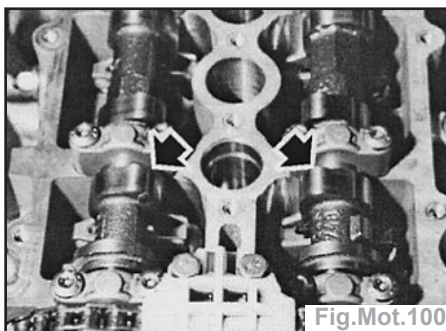

Fig.Mot.100
- Tourner le vilebrequin dans le sens normal de rotation, jusqu'à ce que le piston du cylindre n°1 se trouve au PMH. S'assurer que les cames (flèches) soient face à face (Fig.Mot.100).